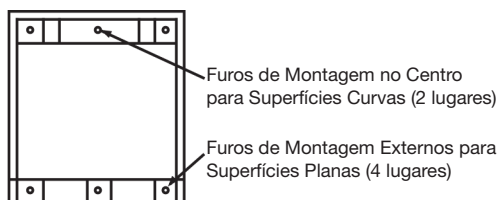

Figura 3-11. Montagem da caixa de derivação.
2. Vide Figura 3-11. Segure a caixa de derivação no local de montagem marcado anteriormente. Marque os furos de montagem. Marque os quatro furos de montagem externos se estiver montando em uma superfície plana, como uma viga em I ou tubo retangular. Marque os dois furos de montagem central se estiver montando em uma superfície curva, como um cano ou tubo redondo.